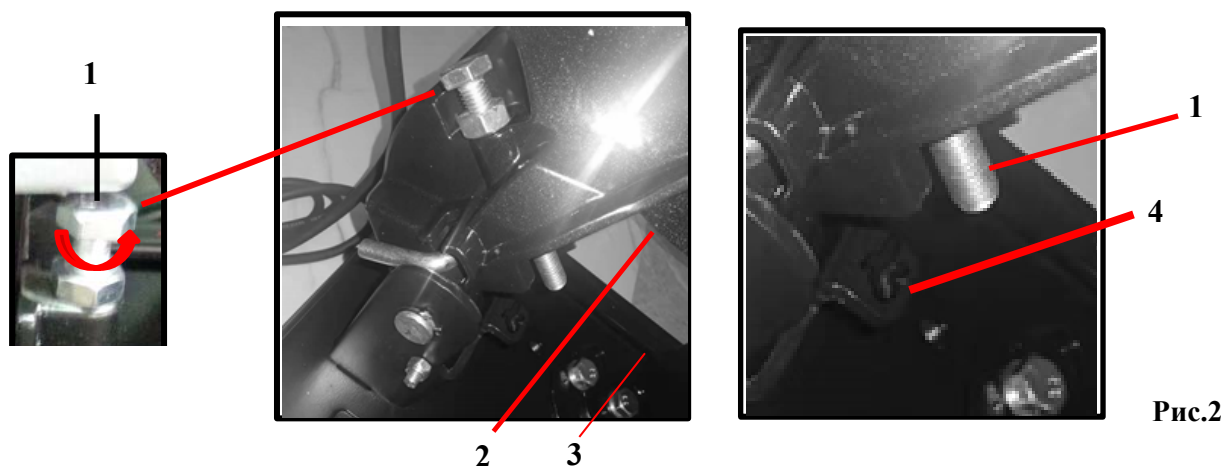

Рис.2
Максимальная глубина резки контролируется с помощью регулировки ограничителя глубины **1** (рис.2).
2. Ослабьте стопорную гайку ограничителя глубины **1** (рис.2) с помощью прилагаемого гаечного ключа.
3. Поверните винт ограничителя глубины **1** (рис.2), чтобы поднять или опустить его. Отрегулируйте так, чтобы отрезной круг **2** (рис.2) входил в паз в основании стола **3** (рис.2) не более чем на 5 мм при полностью опущенном кронштейне, а упор кронштейна **4** (рис.2) соприкасался с низом винта ограничителя глубины.